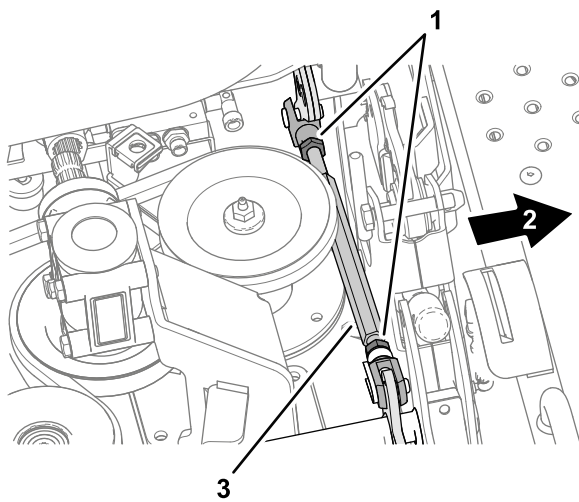
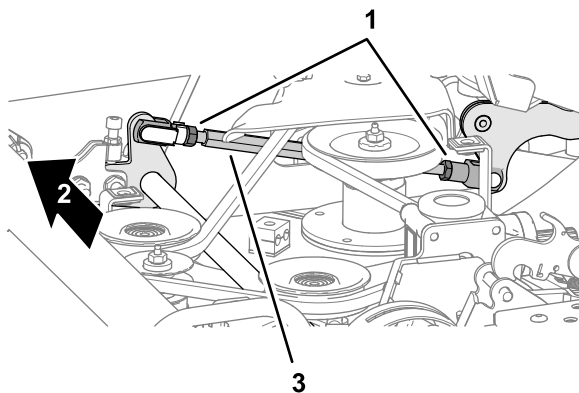

Figura 128
Figura 129
- B. Afloje las contratuercas de los mecanismos de ajuste de inclinación de la carcasa (Figura 128 y Figura 129) a cada lado de la carcasa.